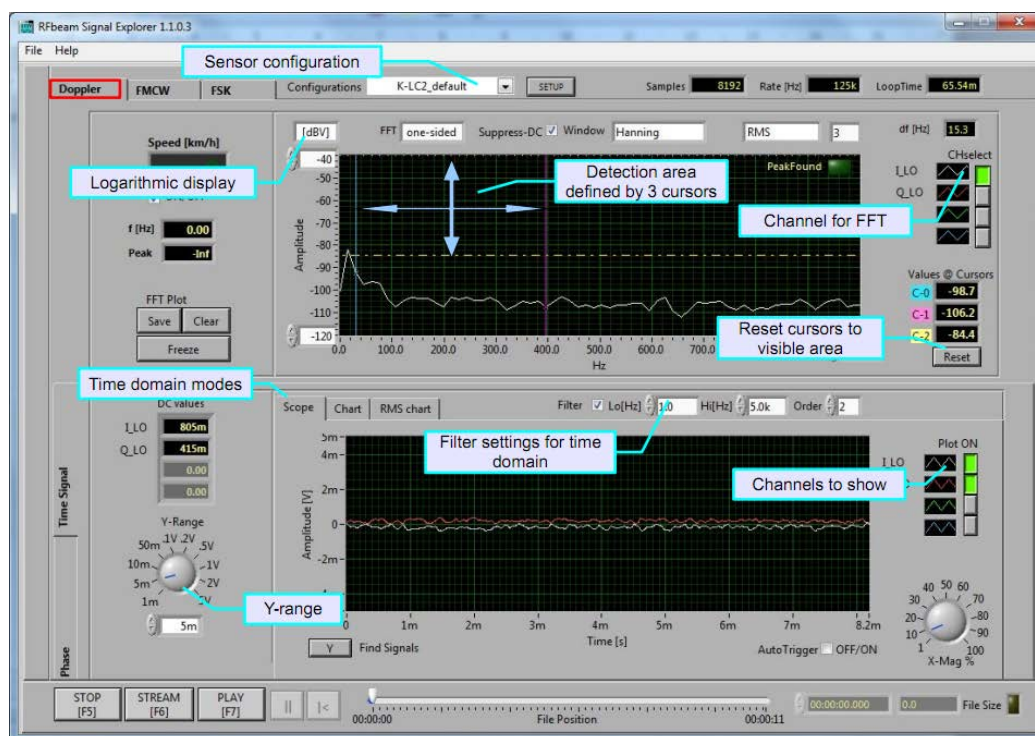

图 1. Signal Explorer 软件界面，请按照此图指示设置图中标记的选项。
首先我们体验一下采用 **Doppler** 模式观察行人的运动，请参考图 1。
5. 体验一下图 1 所标明的一些重要的控制选项
6. 按照图 1 所示，拖动检测区域的 3 个光标，如果光标不可见，请点击【Reset】按钮
9. 切换到“Doppler”-“Phase”模式(“Doppler”菜单位于软件界面左上方，“Phase”菜单位于左下方)，可以看出手臂的运动方向。注意：光标请按照图 1 设置。